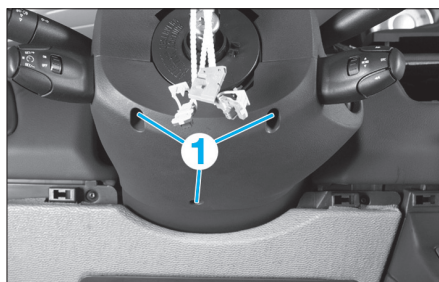

Fig. 3
- Déposer les vis de fixation (1) de la coquille inférieure de colonne de direction (Fig.3).